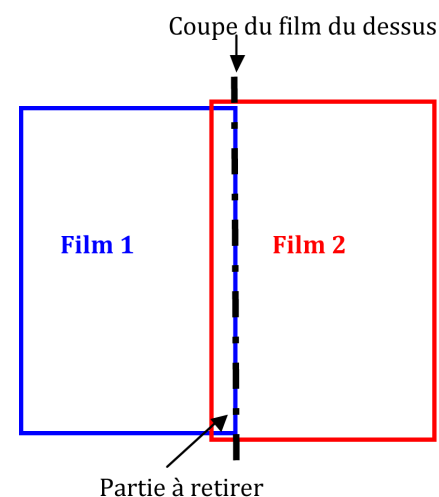

Figure 03
- › Si le recouvrement de la surface nécessite la pose de plusieurs lés successifs, procéder aux raccords entre deux lés de la façon suivante (FIG. 03) : Poser le second lé (film 2) en effectuant un chevauchement d'environ 1 cm sur le lé voisin (film 1). A l'aide du cutter, couper le film du dessus (film 2) à ras du bord du film du dessous (film 1). Retirer le surplus du film 2.